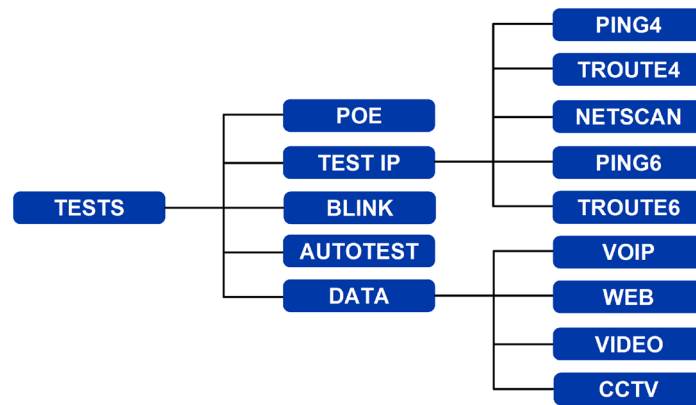

Figure 17 Schéma (map) du menu tests. Test Ethernet (3)
(3) Si l'unité distante SignalTEK NT est détectée via un réseau actif, la barre d'informations indiquera Ethernet. Si l'icône TESTS est sélectionnée, les tests Ethernet de la Figure 17 seront disponibles.